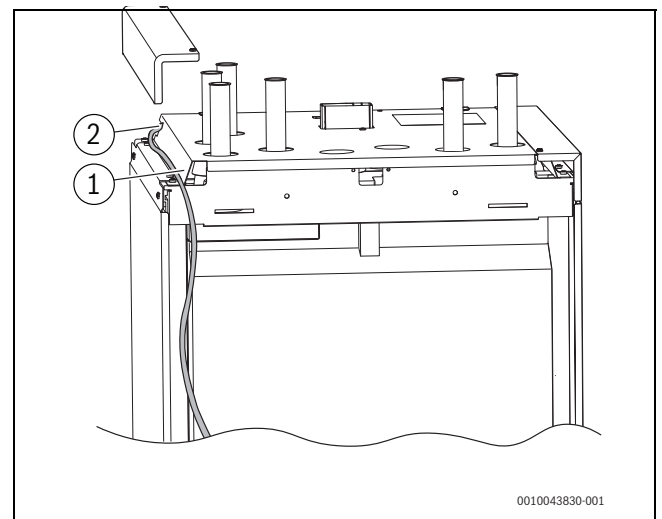

Fig. 29 Chemin de câbles dans l'appareil
- ▶ Fixer les câbles dans les supports de câbles (→ figure 29, pos. [1]) de la face arrière du boîtier électronique et faire passer dans les passe-câbles.